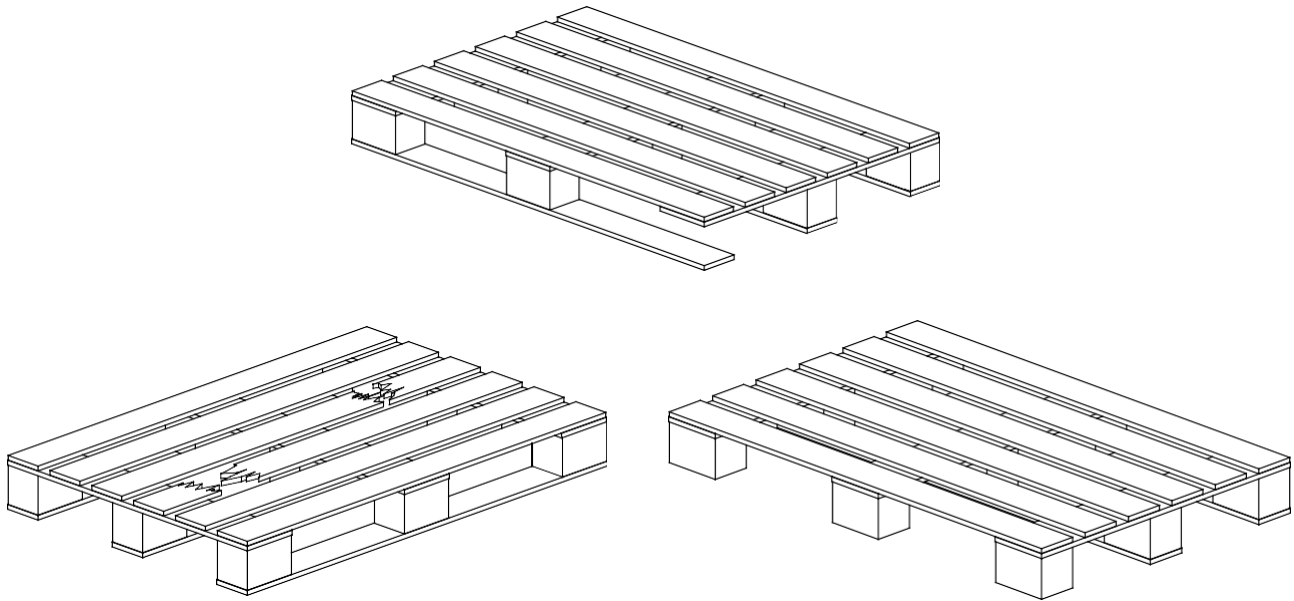

Рисунок 2 — Неисправные поддоны
- поддон должен быть безопасным для размещения на стеллаже или снятия со стеллажа, не допускаются повреждения или отсутствие отдельных его элементов, торчащие гвозди (рис. 2);